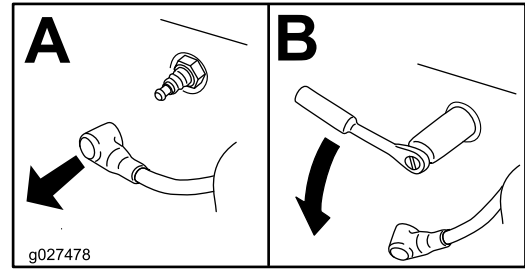

Figura 45
4. Retire la bujía (Figura 45).